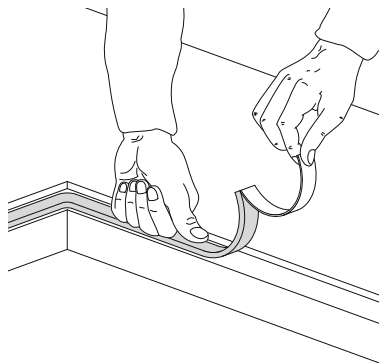

Fig.5: *posizionamento della guarnizione isolante*
- Prima di posizionare il piano occorre stendere su tutta la superficie della fresatura la guarnizione sigillante fornita in dotazione [Fig.5].